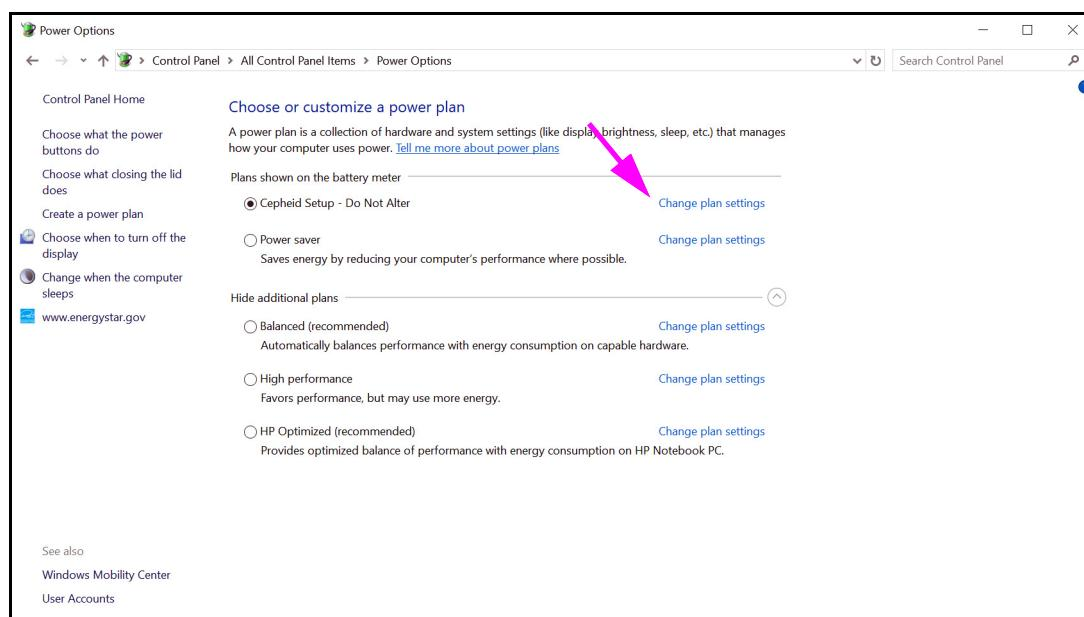
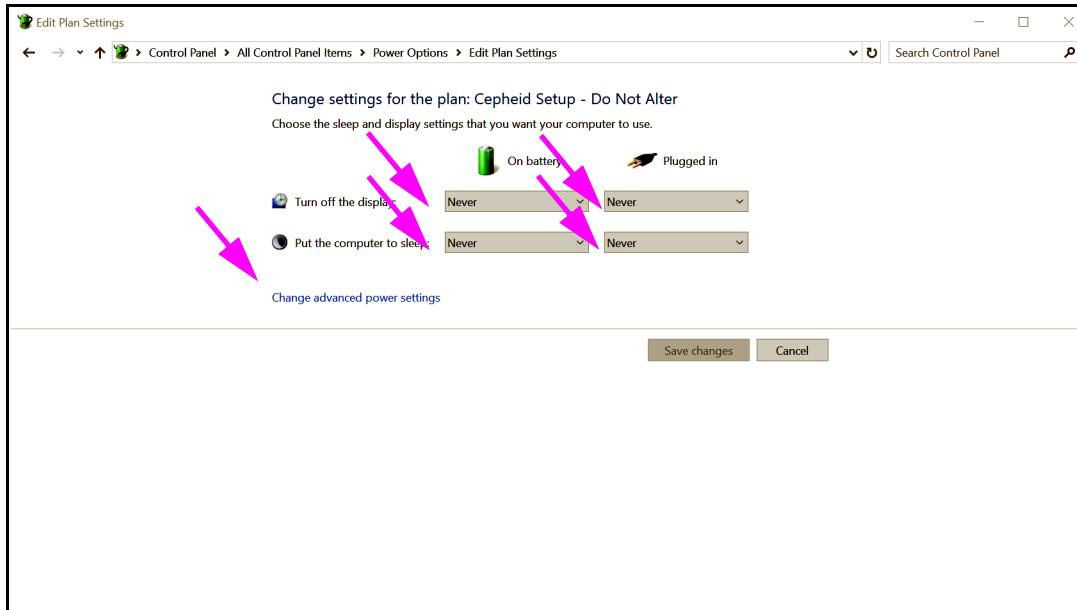
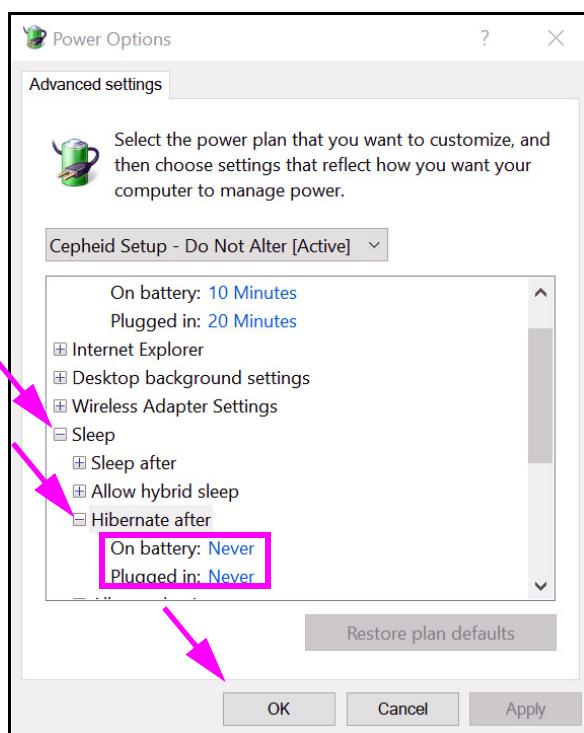
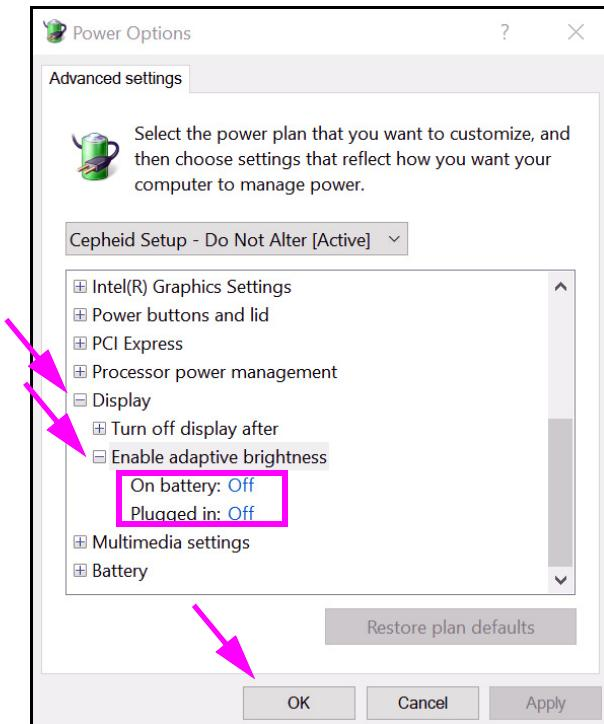

Figura 2-25. Janela Power Options (Opções de Energia)
Figura 2-26. Janela Edit Plan Settings (Editar definições do plano)
Figura 2-27. Janela Power Options - Advanced Settings (Opções de Energia - Definições avançadas) [Sleep (Suspender)]
Figura 2-28. Janela Power Options - Advanced settings (Opções de Energia - Definições avançadas) [Display (Ecrã)]
3. Na secção **Cepheid Setup - Do Not Alter** (Configuração da Cepheid - Não Alterar) clique em **Change plan settings** (Alterar definições do esquema). Consulte a figura 2-25. Aparece a janela Edit Plan Settings (Editar definições do plano). Consulte a figura 2-26.
4. Assegure-se de que as funcionalidades **Turn off the display** (Desligar o ecrã) e **Put the computer to sleep** (Colocar o computador em hibernação) estão definidas como **Never** (Nunca), tanto para a opção **On battery** (Em bateria) como para a opção **Plugged in** (Ligado à corrente). Além disso, certifique-se de que o cursor da funcionalidade **Adjust plan brightness** (Ajustar luminosidade de plano) está configurado para a definição mais alta. Consulte a figura 2-26.
5. Clique em **Change advanced power settings** (Alterar definições avançadas de energia) (consulte a figura 2-26). Aparece a janela Advanced Settings (Definições avançadas) das Power Options (Opções de energia). Consulte a figura 2-27.
6. Na janela Advanced settings (Definições avançadas) das Power Options (Opções de energia), faça duplo clique em **Sleep (Suspender)** para expandir a vista e depois faça duplo-clique em **Hibernate after (Hibernar após)**. Consulte a figura 2-27.
- A. **Computador de secretária:** Verifique que o valor da **definição** está configurado como zero (0) ou **Never (Nunca)**. Caso não esteja, altere o valor da **definição** para zero (0) ou **Never (Nunca)**.
- B. **Apenas portáteis:** Verifique se os valores de **On battery (Em bateria)** e **Plugged in (Ligado à corrente)** estão configurados como **Nunca (Never)**. Se não estiverem, clique em **On battery (Em bateria)** e/ou **Plugged in (Ligado à corrente)** e, em seguida, utilize as setas para cima/baixo para configurar os valores como zero (0) na opção selecionável.
7. Na janela Advanced settings (Definições avançadas) das Power Options (Opções de energia), faça duplo clique em **Display (Ecrã)** para expandir a vista e depois faça duplo-clique em **Enable adaptive brightness (Ativar luminosidade adaptável)**. Consulte a figura 2-28.
11. **Apenas portáteis:** Clique em **Cancel (Cancelar)** para fechar a janela Edit Plan Settings (Editar definições do plano). Aparece a janela Power Options (Opções de energia) (consulte a figura 2-25).